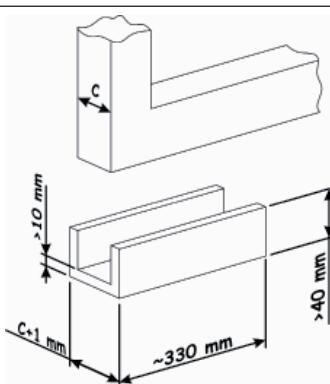

Fig. 9
• reperire un profilato ad U di dimensioni come da Fig. 9;